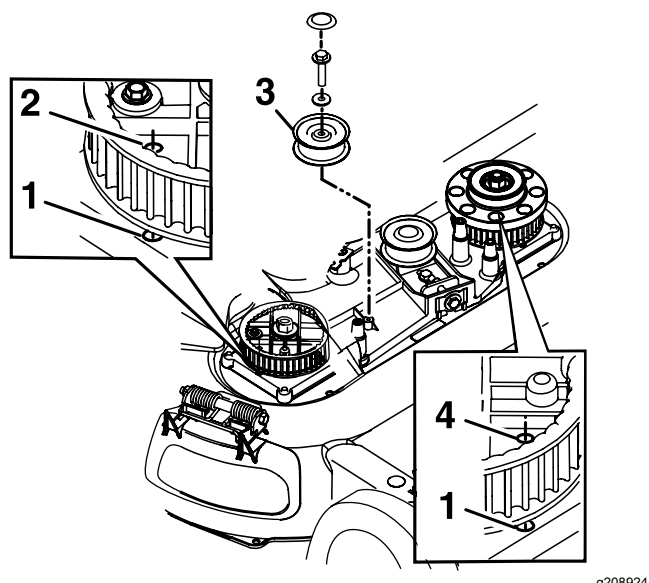

Figura 41
8. Staccate la puleggia tendicinghia fissa e la bulloneria (Figura 41).
10. Allineate i fori nelle ruote dentate di destra e sinistra con i fori nell'alloggiamento, come illustrato nella Figura 41.